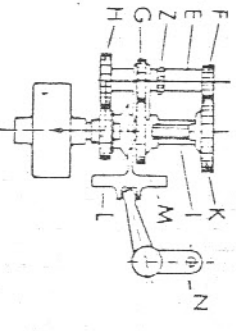

Abb. 15. Schema des Antriebes
11. Getriebe: Das vom Motor erzeugte Drehmoment wird zunächst durch die Kupplung auf die Hauptwelle E des Dreiganggetriebes übertragen, um von dieser unter Zwischenschaltung der jeweils geschalteten Geschwindigkeitsstufe über die Vorgelege- oder Keilwelle J auf den Kegelaradtrieb U bzw. das Hinterrad weitergeleitet zu werden. In der Abbildung 15 ist die Wirkungsweise des Getriebes schematisch dargestellt. A bezeichnet die in das Schwungrad B eingebaute Kupplung und C die Kurbelwelle, auf der noch das Kettenrad D für den Antrieb der Steuerwelle sitzt. Auf der bei eingekuppelten Motor sich ständig drehenden Hauptwelle E sind zwei feststehende Zahnräder F und H angeordnet, die in ständigem Eingriff mit den auf der Vorgelegewelle J frei drehbaren Zahnradern K und L stehen, sich aber infolge ihrer verschiedenen Größe mit verschiedener Geschwindigkeit drehen. Auf der Vorgelegewelle sitzt ferner ein in deren Keilnuten verschiebbares und nur mit der Welle zusammen drehbares Zahnrad M, das auf seinen beiden Stirnseiten mit Kupplungsklauen versehen ist, durch die es je nach seiner Verschiebung mittels des vom Schalthebel durch eine Zwischenstange betätigten Hebels N nach vorn oder hinten mit den Kupplungsklauen der Zahnräder K und L in Eingriff gebracht werden kann, so daß es von diesen sich durch die Hauptwelle E ständig drehenden Rädern mitgenommen wird und seinerseits die Welle J antreibt.